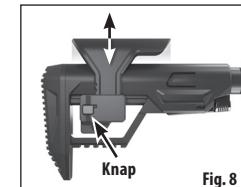

Fig. 8
- Skub kindstykkets justeringsknap ind fra højre side (Fig 8).